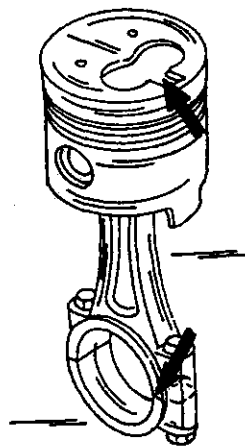

Рис. 388. Правильная сборка поршня и шатуна.
- Разложить поршни и шатуны в порядке сборки, то есть вырез в камере сгорания и носик вкладыша шатунного подшипника должны располагаться с одной стороны (Рис. 388).